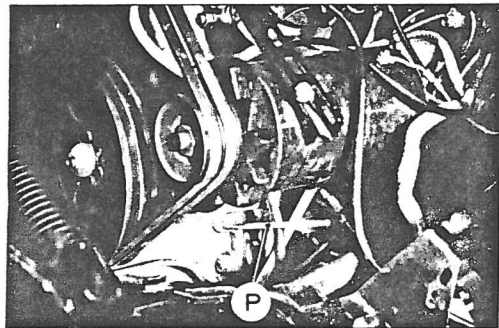

Fig. 7.
2. Cylinder nummer 1 bringes i kompressionsslag. Et stykke \varnothing 6 mm rundjern (P. fig. 7) føres ind gennem hullet i koblingshuset under dynamoen. Motoren drejes nu ganske langsomt, indtil rundjernsstangen fanger i et hul i svinghjulet. Nu står motoren således, at stemplet i cyl. 1 er 12^o før top.